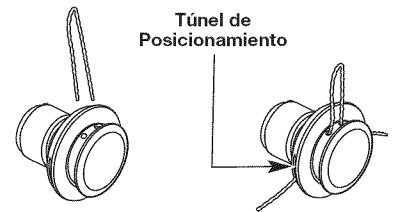

Fig. 12
- Inserte ambos extremos de su línea a través de los agujeros adecuados en el lado de la cabeza de corte (Fig. 12).